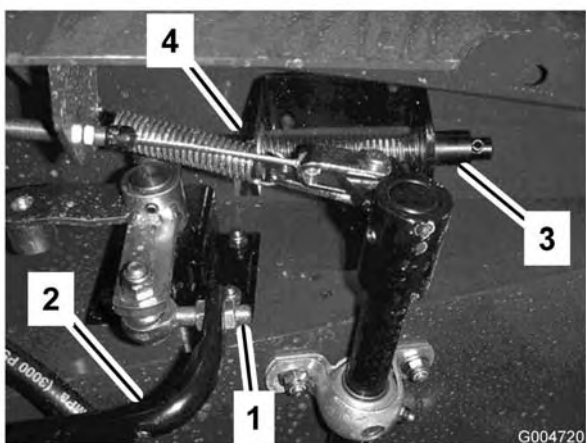

Figura 68
3. Allentate i controdadi sull'estremità dell'asta e regolate la lunghezza dell'asta di trazione (Figura 68) in modo che il pedale tocchi l'arresto del pedale quando la leva della pompa raggiunge il fondo corsa. Fissate i controdadi.
3. Riempite il serbatoio (Figura 68) con 30 litri circa di fluido idraulico; vedere Verifica del fluido idraulico.